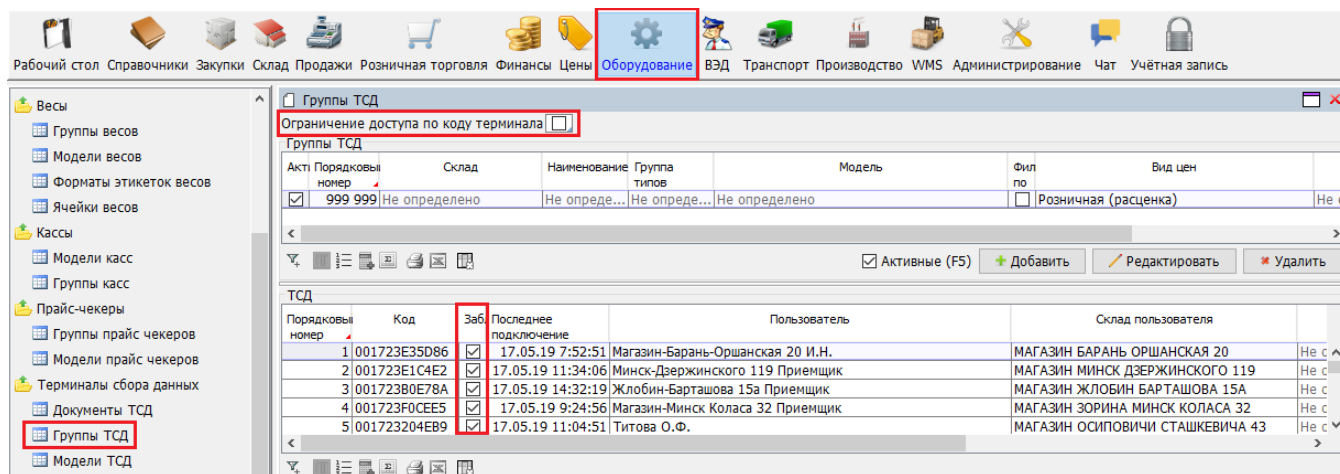

Рис. 4. Настройка групп ТСД ON-LINE.
4) При работе с ТСД в ON-LINE режиме, на форме *Оборудование\Терминалы сбора данных\Группы ТСД* группа может не вноситься. Если же группа внесена, то появляется возможность отслеживать последние подключения терминалов к БД. Здесь же можно ограничить доступ к БД отдельных терминалов, путем использования отметок «Заблокирован» напротив нужного ТСД. Эта отметка работает, если включена отметка «Ограничить доступ по коду терминала» (рис. 4).